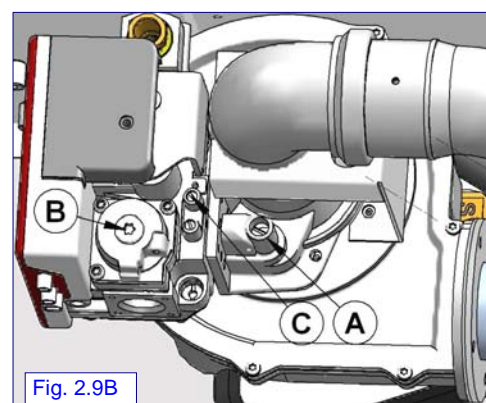

Fig. 2.9B
N.B. La vite (B) (Fig.2.9B) della valvola gas non necessita di alcuna regolazione essendo già stata tarata al collaudo in fabbrica con rapporto aria/gas 1/1